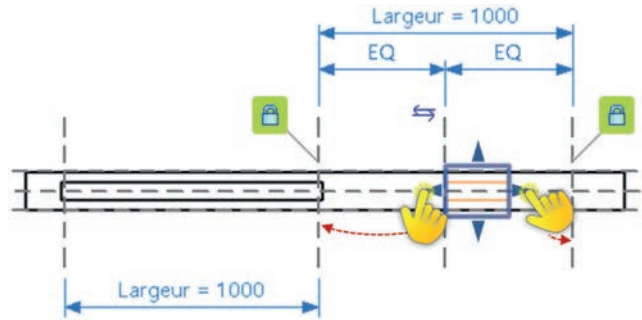

Fig. 9.55
22. À l'aide des contrôles graphiques en formes de flèches, glissez chacun des côtés sur les plans de référence Gauche et Droite (fig. 9.55) et fermez les cadenas pour verrouiller les positions (la largeur du vide).